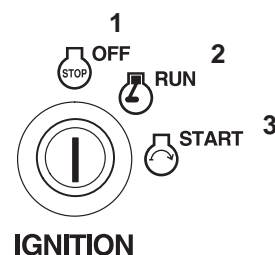

Figure 16
3. Laissez tourner le moteur au ralenti pendant 60 secondes (Fig. 16).
4. Tournez la clé de contact en position Contact coupé (Fig. 16).